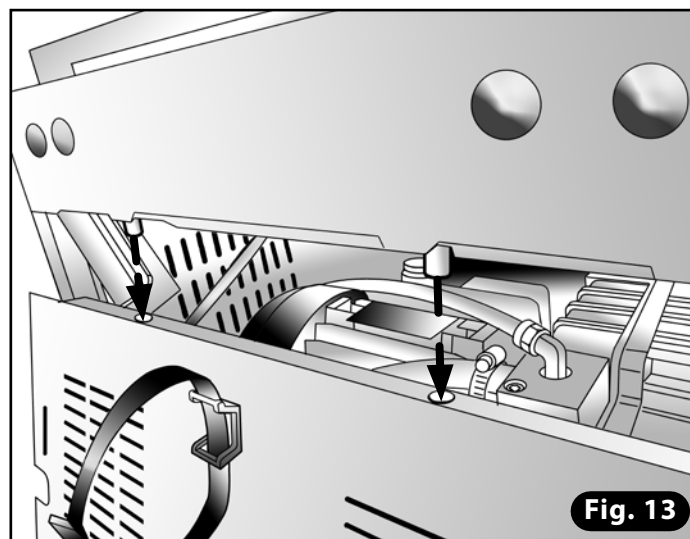
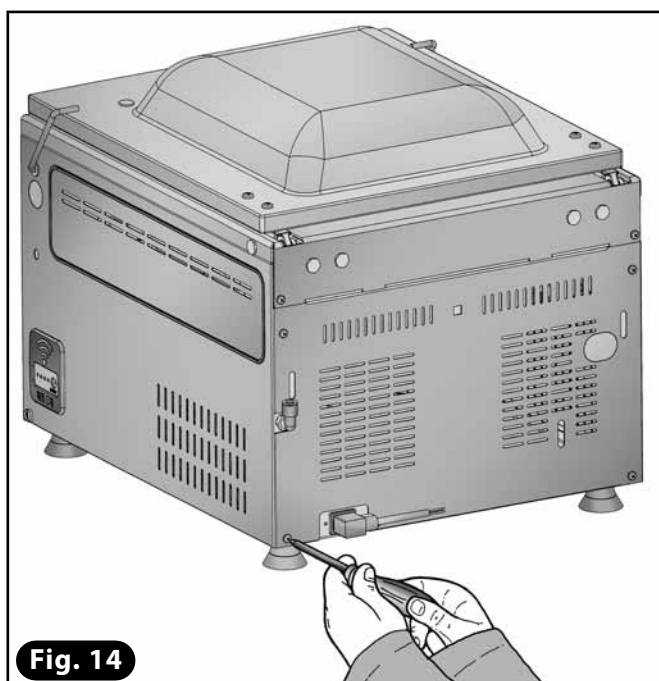

Fig. 13
Fig. 14
- 19) Vuelva a colocar el panel posterior y compruebe, en la parte superior, la alineación con las partes sobresalientes de los pernos de la bisagra (Fig. 13). Complete la operación apretando los tornillos del panel posterior (Fig. 14).